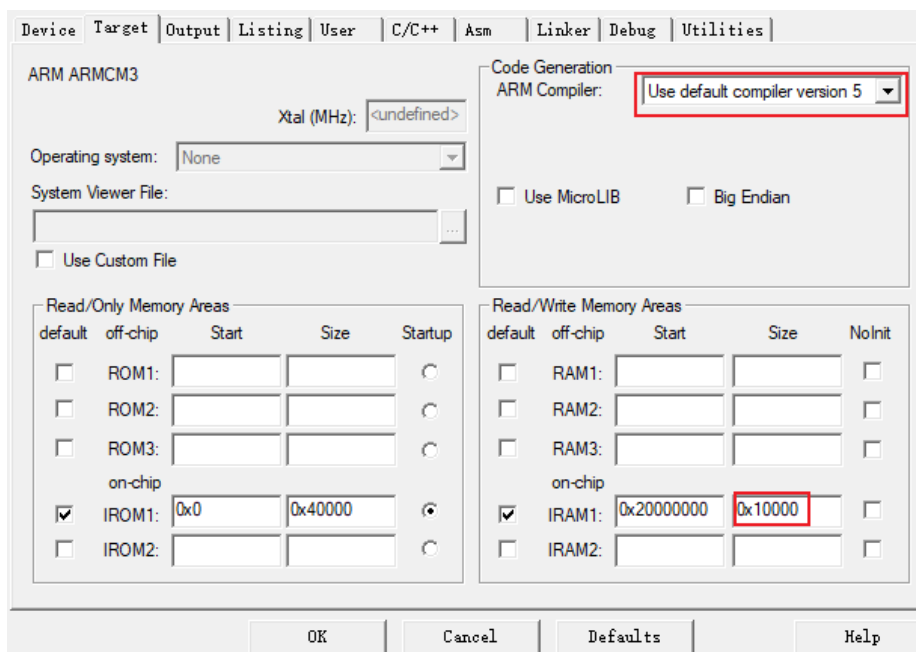

图 1.32 Target 界面参数设置
2. 设置 Target 栏，需要对 RAM 的 SIZE 进行修改，将其修改为“0x10000”，并且将 ARM Compiler 选项设置为“Use default compiler version5”，如下图 1.32 所示。